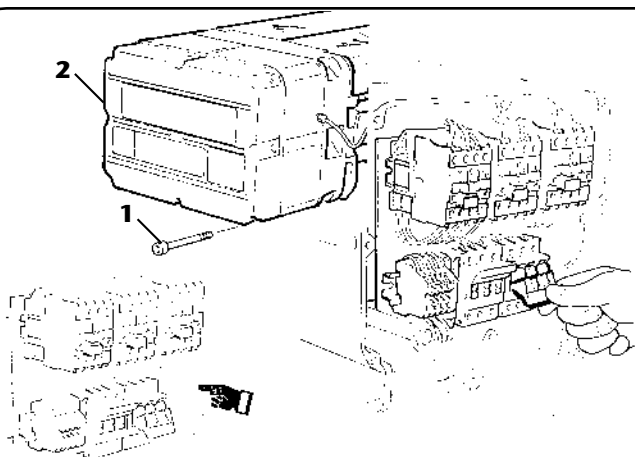
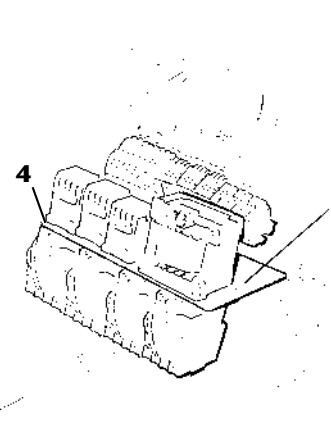

fig. 142a
fig. 142b
- Pour effectuer le contrôle interne de l'appareil de commande, ôter les vis -1- du capot -2- Désactiver les fusibles du moteur (fig. 142A). Retirer les vis -3- assurant la fixation du panneau -4- puis ôter le panneau pour permettre l'accès aux contacteurs placés à l'arrière (fig. 142B)